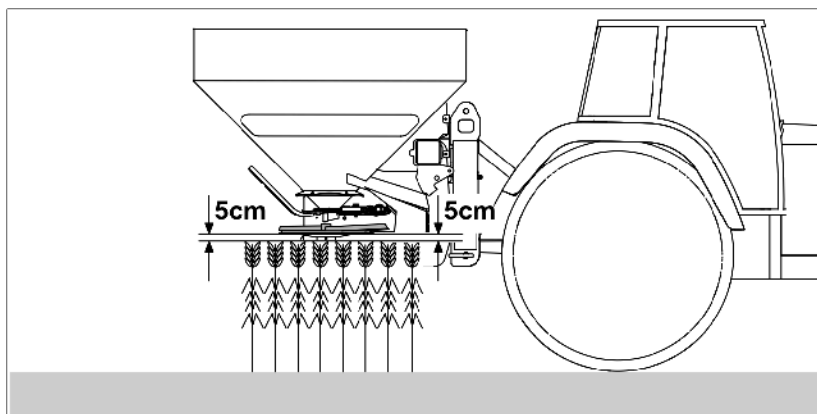

Bild 37
- 2.1 Skruva bort vingskruven (Bild 37/1) som fäster spridartallriken och dra bort spridartallriken från drivaxeln.
3. Häng dit gödselglidbanan (Bild 37/2) på ramen.
4. Häng dit uppsamlingsbehållare på ramen med hjälp av bygeln (Bild 37/3). Se bild.